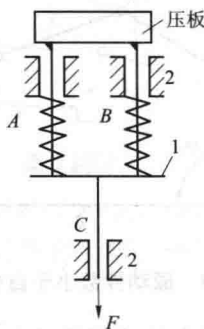
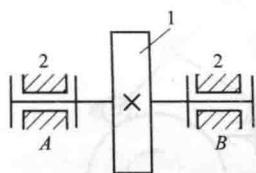

图 1-15 移动方向平行的虚约束
图 1-16 轴线重合的虚约束
③如果两个构件组成多个移动方向平行的移动副 (如图 1-15 所示), 或两个构件组成多个轴线重合的转动副 (如图 1-16 所示), 则只需考虑其中一处的约束, 其余各处引入的约束均为虚约束。